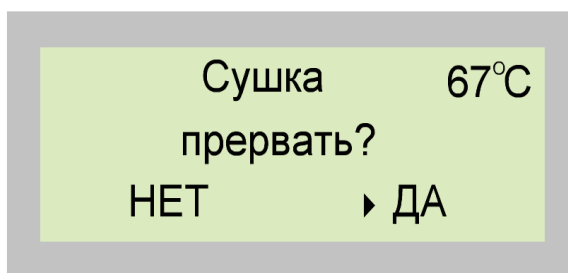

Рисунок 13. Внешний вид экрана прекращения сушки.
2.5.11 Для преждевременного прекращения сушки нажать кнопку «ESC» («ОТМЕНА») и дать утвердительный ответ на запрос «ДА» установив курсор "►" напротив «ДА» и нажать «ОК» («ПРИНЯТЬ») (рис.13).
2.6.2.5 Выберите требуемую ячейку 3 рис.13. и выполните измерения контрольным прибором в режиме внешнего измерения («**внешн.**») и прибором «ТАНГЕНС 3М-3-МОЛНИЯ» в режиме внутренних измерений («**внутр.**»).